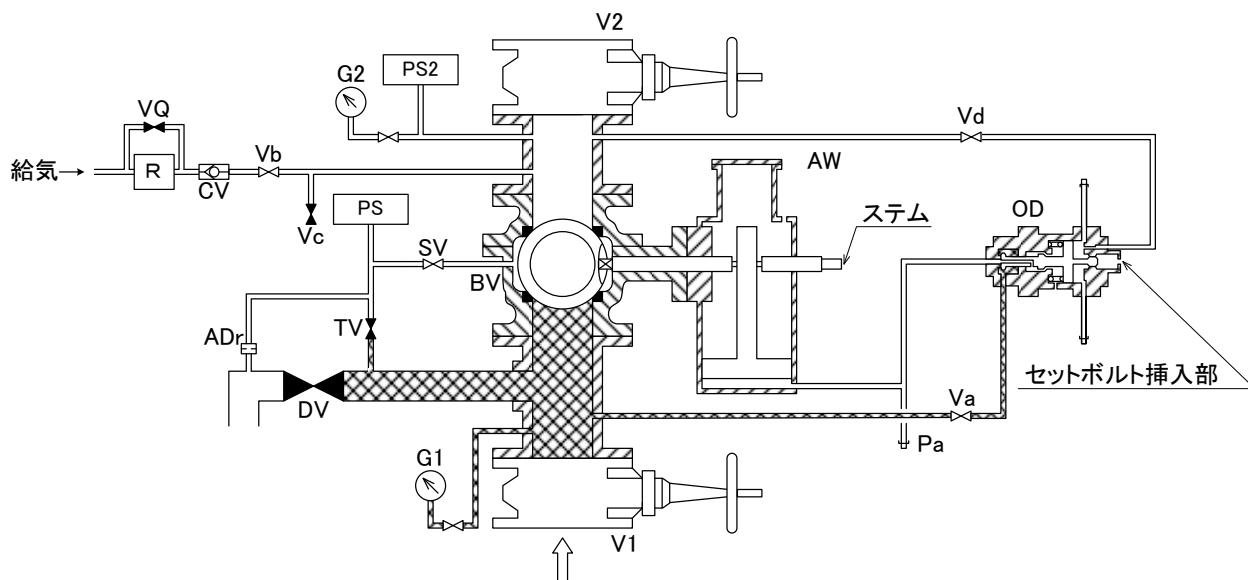

図1. ADV-100II型乾式流水検知装置の構成図（セット状態）
- ADV－Ⅱ型乾式流水検知装置のセッティングは、図1、2の構成図及び別紙3を参考に消防設備士の有資格者が次に示す手順に従って正しく行ってください。
⑤ 操作方法〔圧力スイッチPS（流水警報）の機能確認〕
本弁は図1、図2のように常時閉止状態となっており、一次側に圧力が加わっても開放されません。
- ADV-Ⅱ型乾式流水検知装置のセッティングは、図1、2の構成図及び別紙1を参考に消防設備士の有資格者が次に示す手順に従って正しく行ってください。